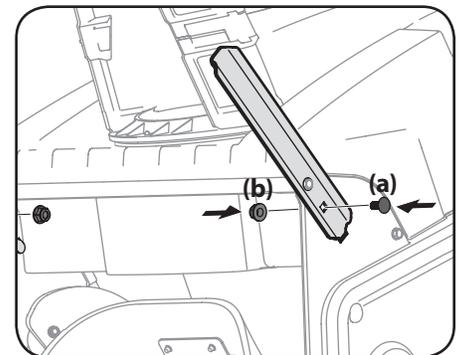

Figure 2-15
2. Placez le boulon à œil (a) et l'écrou papillon (b) sur la poignée supérieure. Voir Figure 2-15 (I). Ne serrez pas complètement la quincaillerie jusqu'à ce que vous soyez invité à le faire.
4. Glissez la corde du lanceur à rappel dans le boulon à œil (a) de l'arrière de la souffleuse. Voir Figure 2-15 (II).